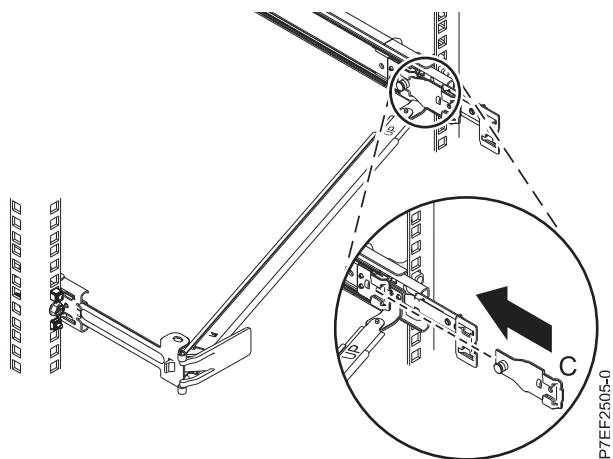

図 14. 取り付け金具をスライド・レールに取り付ける
6. 取り付け金具 (C) を右側スライドの内側のスロットに取り付け、取り付け金具 (C) をスライド・レールに滑り込ませ、バネ式のピンが所定の位置に収まるまでスライドさせます。詳しくは、12 ページの図 14 を参照してください。